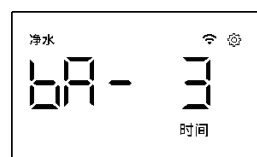

图27
- 2.反复按“选择”键直到屏幕显示“净水”、“bA”时间（如图27）；